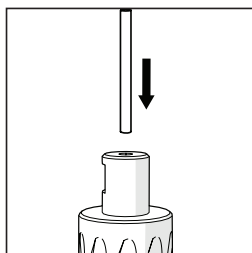

FIG. 5
- Inserte el pasador del piloto en el cortador asegurándose de que se desliza suavemente. **(Fig. 5)**